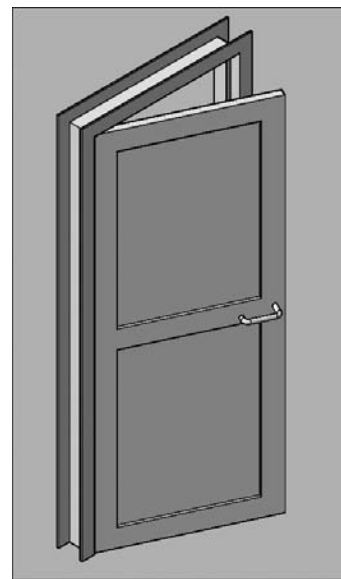

Fig.18.17
- [17] Il reste à assembler l'ensemble par simples déplacements et rotations (fig.18.17).